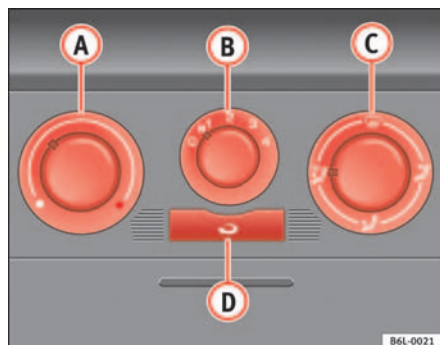

Abb. 85 In der Instrumententafel: Bedienelemente der Heizung
- Mit den Reglern ⇒ Abb. 85 **A** und **C** und mit dem Schalter **B** stellen Sie die Temperatur, die Luftverteilung und die Gebläsestufe ein.